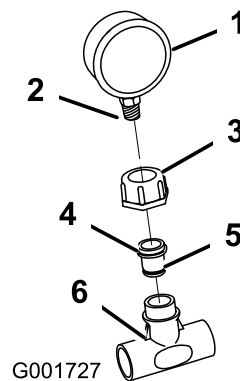

図 14
のナットと縮径アセンブリ (リデューサ) を取り付ける。縮径アセンブリは六角レンチを使って水圧計に取り付ける (図 14)。
14. 水圧計アセンブリをプラスチック製の T 字フィッティングに取り付ける (図 14)。